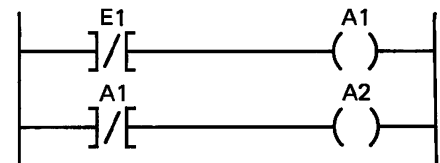

Bild F7.1
a) Den Kontaktplan zeigt Bild F7.1